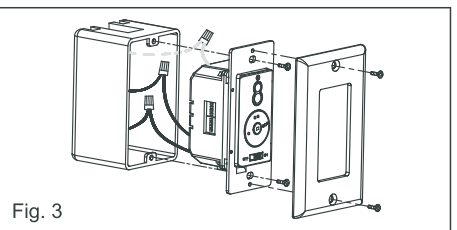

Fig. 3
Step 3. Carefully tuck the wire connections inside the outlet box. Use the screws provided to secure the wall transmitter and wall plate to the outlet box. (Fig. 3)
Paso 3. (Fig. 3) cuidadosamente meta las conexiones dentro de la caja de distribución. Asegure el transmisor con los dos tornillos proveídos.